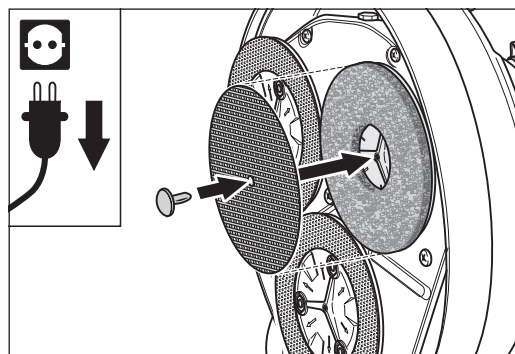

Abb. 36 Den Kunststoffstopfen durch das Loch in der Mitte des Schleifgitters stecken und ihn soweit in die Bohrung im Schleifteller drücken, bis er fest sitzt.
- 7 Positionieren Sie ein Schleifgitter mittig an dem Normalpad und stecken Sie einen Kunststoffstopfen durch das Loch in der Mitte des Schleifgitters. Drücken Sie den Kunststoffstopfen soweit in die Bohrung im Schleifteller, bis er fest sitzt (Abb. 36).